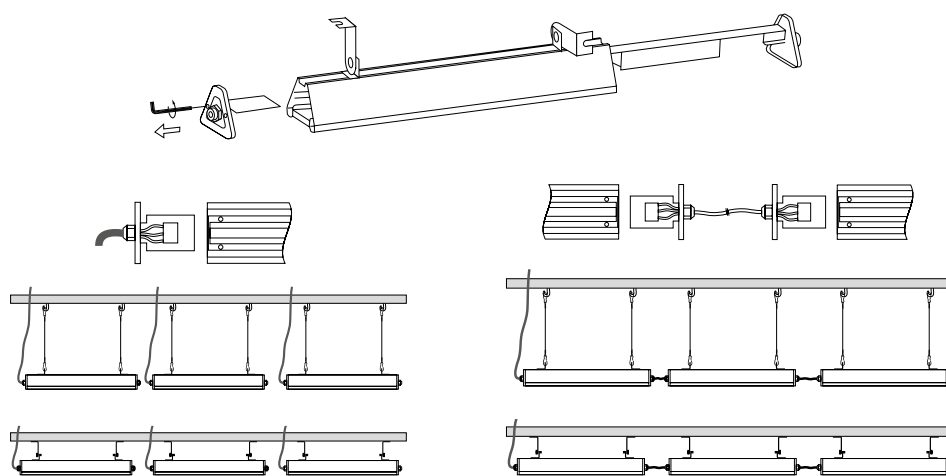

Рис. 4. Способы подключения светильников
- Проденьте провод питания сети AC 230 В и управления через гермоввод и подключите кабель к клеммной колодке одним из способов, показанных на рис. 4.